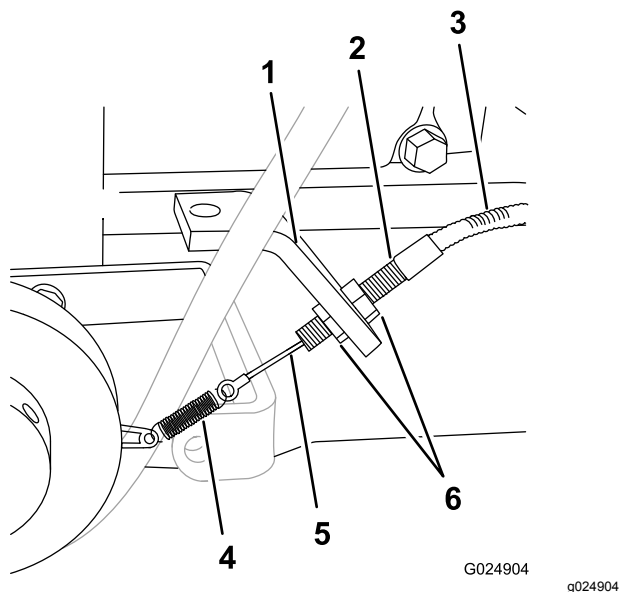

Figura 25
- Afloje las 2 contratueras que sujetan el tensor del cable del embrague al soporte del embrague, y gire las tuercas a los extremos de la rosca del tensor (Figura 25).
3. Sujete el tensor con una mano y levante un poco la camisa del cable (Figura 25).
4. Manteniendo la tensión en el cable, utilice la otra mano para girar las contratuercas hasta que estén apretadas contra el soporte del embrague (Figura 25).
5. Apriete las contratuercas para sujetar el tensor al soporte (Figura 25).
- A. Afloje un poco las 2 contratuercas (Figura 25).
- B. Gire las contratuercas en sentido horario para aumentar la tensión del cable, o en sentido antihorario para reducir la tensión (Figura 25).
- C. Apriete las contratuercas para sujetar el tensor al soporte del embrague (Figura 25).